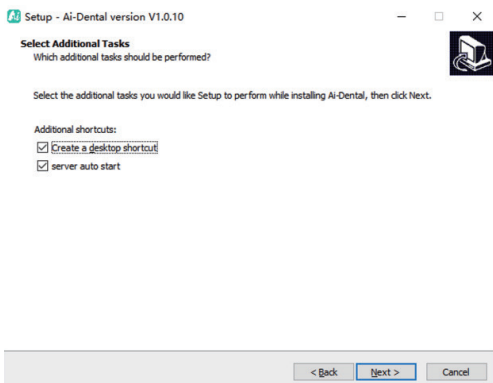

Figura 7
3.1.6 Establezca si desea crear un acceso directo en el escritorio y el inicio automático del servidor, haga clic en el botón "Siguiente" después de completar, como se muestra en la Figura 7: